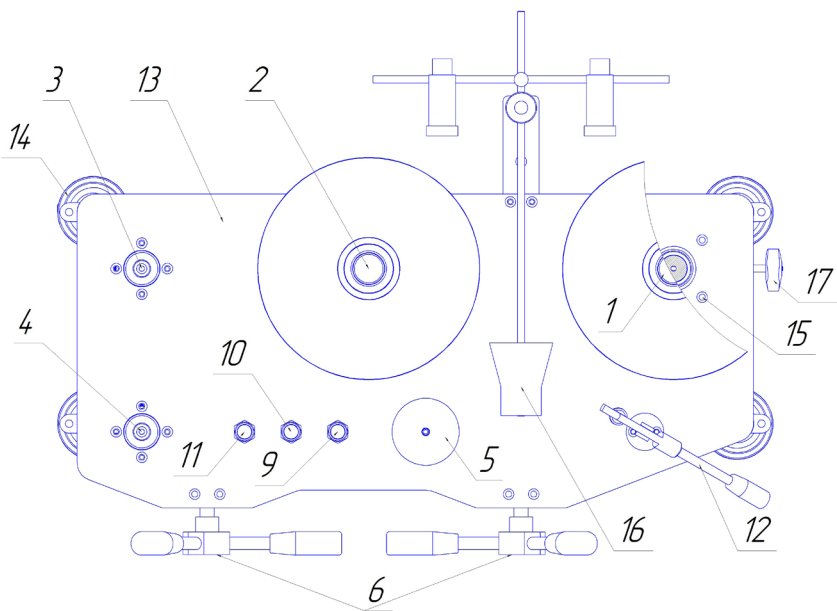
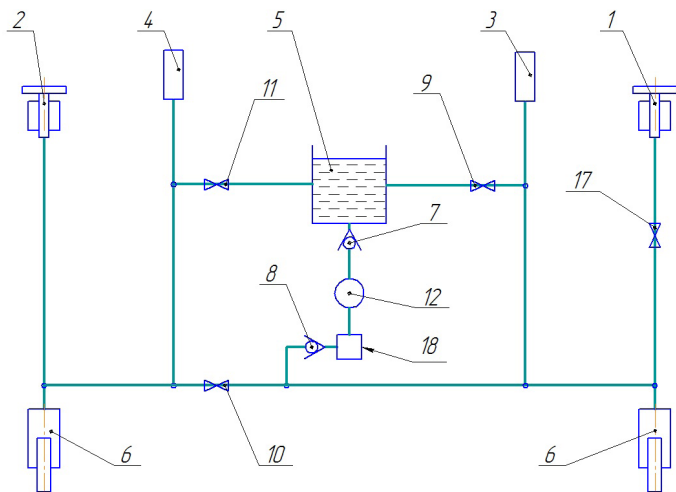

Рис. 1. Манометр грузопоршневой дифференциальный
Рис.2.
4.2 Манометр грузопоршневой дифференциальный функционально состоит из четырех частей: устройства для создания давления, двух поршневых систем, двух комплектов грузов и статоскопа. Основание 13 (Рис. 1) манометра грузопоршневого дифференциального выполнено в виде стальной плиты снабжённой четырьмя регулируемы опорами 14. Прессы 6 представляют собой объёмные регуляторы для точного задания и подстройки давления. Ручной насос выполнен в виде отдельного узла 12, и состоит из рычажного прессы, соединенного с клапанами 7,8 (Рис. 2). Для повышения надежности работы, а также для предотвращения повреждения устройства, в гидравлическую схему включен фильтр тонкой очистки 18. На основании 13 (Рис. 1) расположен стакан 5 для рабочей жидкости. ИПС 1 устанавливается на правую стойку (стойка для ИПС), БПС 2 на левую стойку, поверяемый (калибруемый) СИ устанавливается непосредственно на стойки 3 и 4 при помощи присоединительных гаек. Для
4.5 Манометр грузопоршневой дифференциальный работает следующим образом. С помощью ручного насоса 12 (Рис. 1) рабочая жидкость перекачивается из стакана 5 в основной блок, прессы 6, в стойки ИПС 1, БПС 2, 3 и 4, с установленным средством измерения. Ручной насос 12 необходим для предварительного сжатия воздуха, находящегося в присоединенном СИ с целью уменьшения его объема, и для прокачивания системы. Величина создания давления ручным насосом зависит от установленного СИ и не должна превышать 3 МПа. Далее, с помощью вращения одного из штурвалов прессы 6 по часовой стрелке, плавно создается необходимое давление до всплытия одной из поршневых систем (ИПС или БПС). Далее уравниваются ИПС и БПС при помощи разновесов. После уравнивания поршневых систем связь между ними прерывают, закрытием отсечного вентиля 10 (Рис. 1 и 2) и на ИПС 1 накладывают нагрузку, соответствующую воспроизводимой (измеряемой) разности давления. С помощью прессы 6 поршневые системы вновь уравнивают. На поверяемые СИ, подключенного к стойкам 3 и 4, подалось давление, равное разности давлений, созданных двумя поршневыми системами ИПС и БПС. Равновесное положение поршневых систем определяется с помощью статоскопа. Для уменьшения давления необходимо вращать штурвал прессы 6 в обратную сторону. Для сброса оставшегося давления, предусмотрены запорные вентили 9 и 11 сброса давления.
6.12 Перекройте вентили сброса давления 11 и 9 (Рис. 1). Вентиль 10 оставьте открытым.
6.18 Положите уровень на грузоприемное устройство ИПС и отрегулируйте ее вертикальное положение регулировочными винтами 15 (Рис. 1).
7.4 Установите прессы 6 (Рис. 1) в среднее положение.